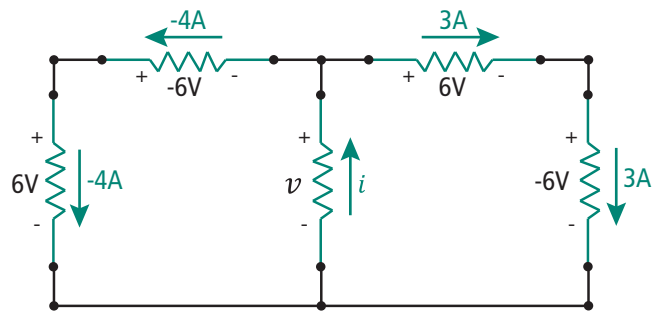

Figura 7.7: Lei de Kirchhoff das Corrente e das Tensões
2. Ache o valor de v e de i do circuito da Figura 7.7 usando a LKT e a LKC.